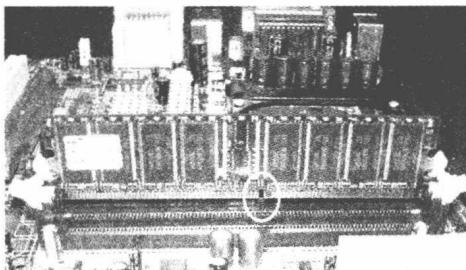

图 1-7 内存的安装
(3) 内存的安装。主板上一般包含 2 到 4 个内存条插槽，现在流行的主板包含两条 184 线的 DDR 内存插槽。如果只有一条内存，可以插在任意一个插槽。安装方法是：将主板上内存插槽两边的白色卡子向外搬开，然后将内存条对准插槽，向下压紧。压紧后两边的卡子会自动锁住。注意内存条和插槽之间是匹配的，方向反了插不进去，如图 1-7 所示。
(4) 主板的安装。CPU 和内存安装完成后，应将主板安装到机箱内部。由于主板和机箱均为标准